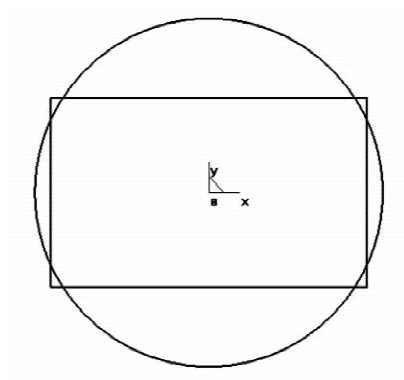

图 6-6 绘制整圆
3. 单击“整圆”图标 ，选择“圆心__半径”方式，拾取坐标原点为圆心，绘制半径为 55 的圆，结果如图 6-6 所示。